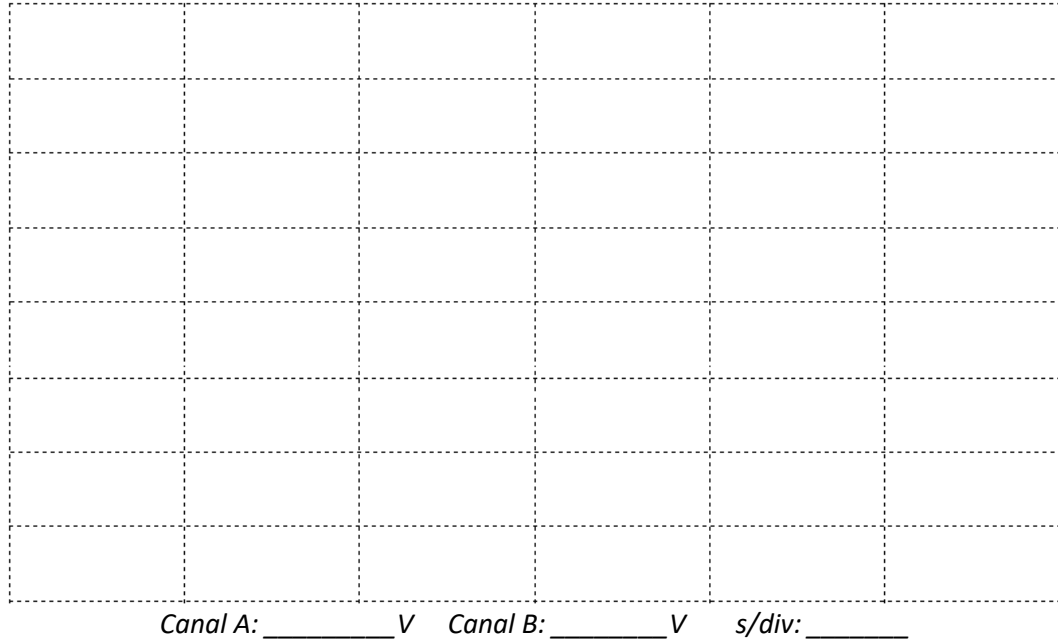

Figura 17. Tensión de entrada: onda senoidal de 4Vp-p, 1kHz y 2V offset.
22. Ajuste la señal de entrada a 4Vp-p con 2V de offset, observe los resultados en el osciloscopio y dibuje las formas de onda de la entrada y la salida del circuito en la Figura 17, indicando los valores máximos y mínimos de cada una. Recuerde colocar las escalas de voltaje y tiempo del osciloscopio.